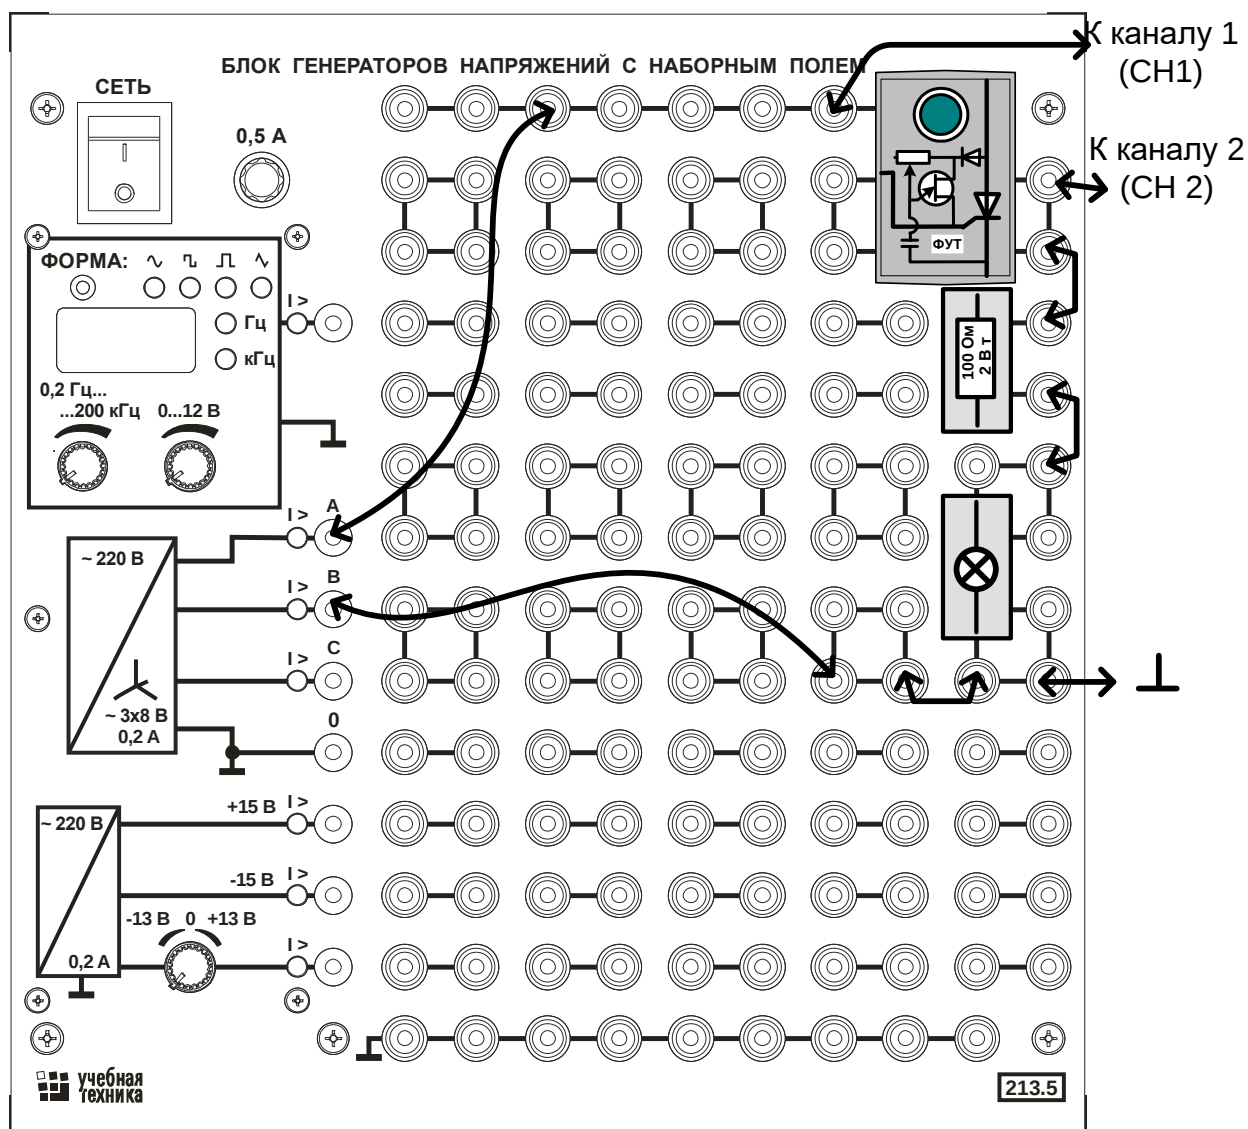

Рис. 6.12. Монтажная схема.
- Соберите цепь однополупериодного выпрямителя на тиристоре согласно монтажной схеме (рис. 6.12) и установите максимальную амплитуду трёхфазного источника, от которого питается цепь. В качестве нагрузки в цепь включена лампочка накаливания и токоограничивающее сопротивление 47...100 Ом. Для наблюдения кривой выпрямленного напряжения и измерения угла задержки включения тиристора  $\alpha$  параллельно нагрузке подключён осциллограф, а для измерения среднего значения выпрямленного напряжения – вольтметр.